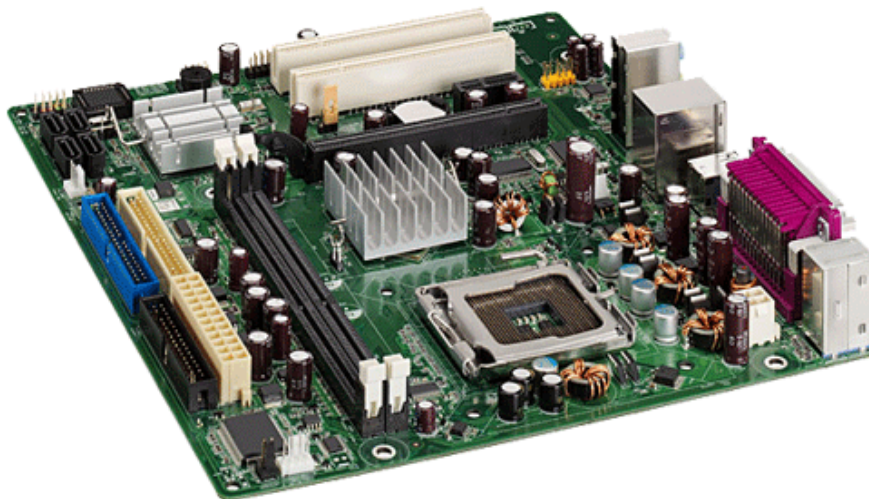

Рис.1. Системная плата персонального компьютера.
3.1.1. Системная плата настольного персонального компьютера (рис.1) состоит из собственно печатной платы, а также из смонтированных на ней следующих компонентов: разъёма центрального процессора (CPU), микросхем чипсета (англ. *chipset* – набор микросхем), микросхемы загрузочного постоянного запоминающего устройства (ПЗУ), содержащей BIOS (англ. *basic input/output system* – «базовая система ввода-вывода»), контроллеров шин и интерфейсов ввода-вывода и периферийных устройств. Оперативное запоминающее устройства (ОЗУ), т.е. RAM (random access memory) в виде модулей памяти монтируется в специально предназначенные разъёмы; а в слоты расширения устанавливаются карты расширения для связи с другими устройствами компьютера – клавиатурой, мышью, монитором, принтером и т.п. Дополнительная система охлаждения и периферийные устройства монтируются внутри шасси, в совокупности формируя системный блок компьютера.